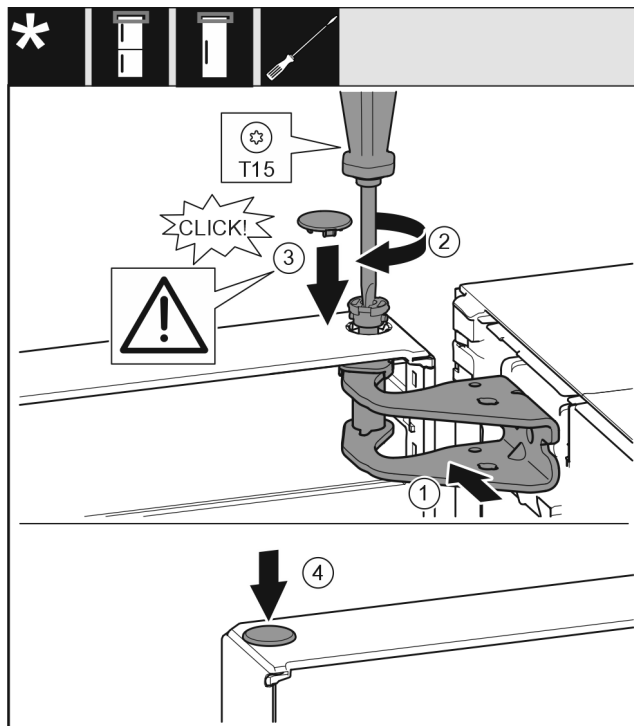

Fig. 23
- ▶ Dveře nahoře vyrovnejte s otvorem ve stojanu ložiska. Fig. 23 (1)
- ▶ Vložte čep Fig. 23 (2) a pevně jej utáhněte šroubovákem.
- ▶ K zajištění dveří namontujte bezpečnostní kryt Fig. 23 (3): Bezpečnostní kryt nasadte a zkontrolujte, zda přiléhá na dveře. V opačném případě čep zcela zasuňte.
- ▶ Vložte zátku Fig. 23 (4).